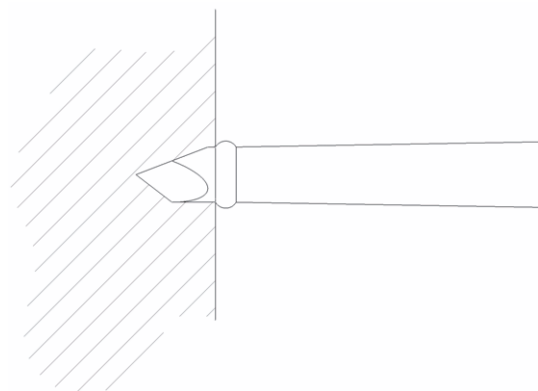

Fig. 1 Perforator introdus complet
- Nu introduceți niciodată perforatorul dincolo de marginea ridicată, consultați Fig. 1.